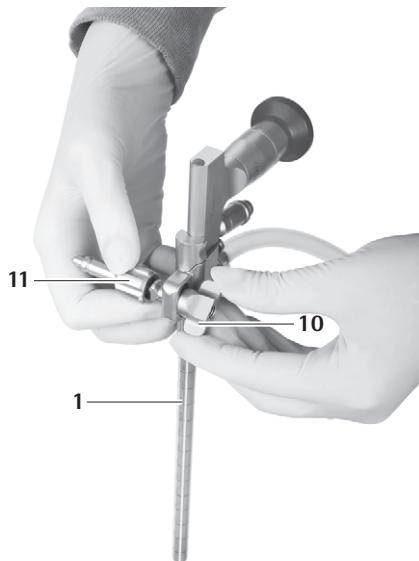

Abb. 19
- Flügelmutter **10** aufschrauben bis Haltearmadapter **11** fixiert ist, siehe Abb. 19.